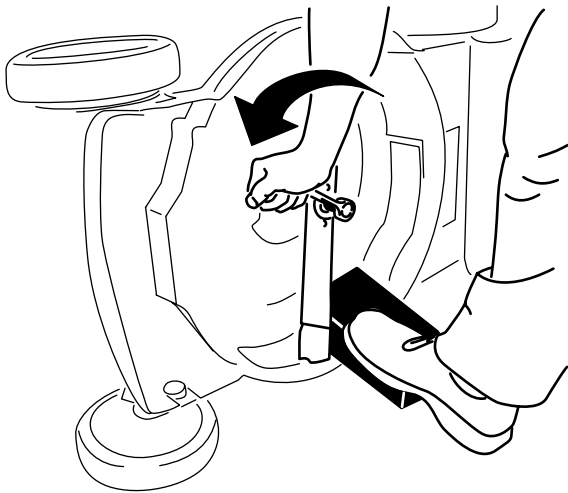

Figura 26
3. Usate un blocco di legno per tenere ferma la lama (Figura 26).
4. Togliete la lama e conservate la bulloneria di montaggio (Figura 26).